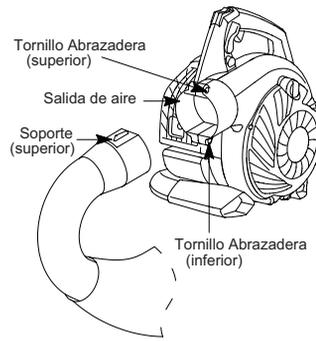

Fig. 4
6. Asegure el tubo del codo girando los pernos en el sentido de las agujas del reloj. (Fig. 4)